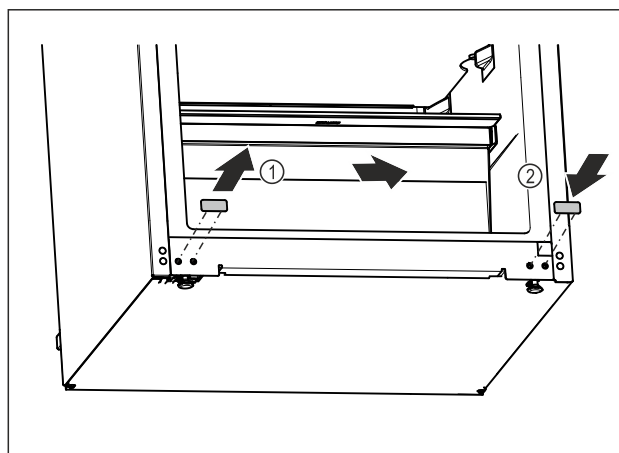

Fig. 17
- ▶ Hiqni tapat mbuluese. Fig. 17 (1)
- ▶ Vendosni tapat mbuluese në anën e kundërt. Fig. 17 (2)